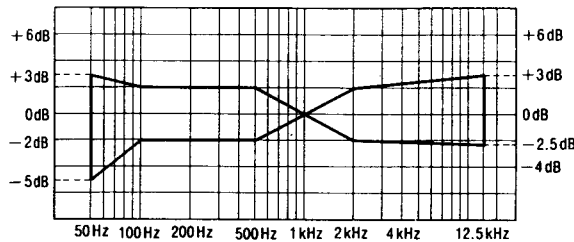

Fig. 8
4. Faire jouer le signal enregistré à l'étape 3 et vérifier que le niveau de chaque fréquence de sortie soit en deçà de la plage montrée à la Fig. 8 en comparaison avec la fréquence de référence (1kHz).